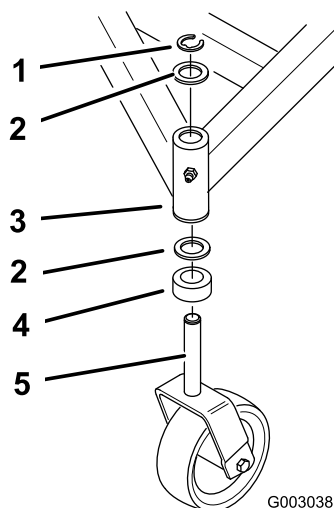

Figura 52
4. Si es necesario realizar un ajuste, cambie la posición del mismo número de arandelas de empuje en la horquilla de cada rueda giratoria. Mueva las arandelas de empuje desde la parte superior del tubo de montaje del bastidor hasta la parte inferior del mismo para elevar parte delantera del cortacésped. Mueva las arandelas de empuje desde la parte inferior del tubo de montaje del bastidor hasta la parte superior del mismo para bajar parte delantera del cortacésped (Figura 52).
4. Para cambiar la nivelación lateral, mueva las arandelas de empuje en una sola de las horquillas de rueda giratoria. Mueva la(s) arandela(s) de empuje desde la parte superior del tubo de montaje del bastidor hasta la parte inferior del mismo para elevar el lado correspondiente del cortacésped. Mueva la(s) arandela(s) de empuje desde la parte inferior del tubo de montaje del bastidor hasta la parte superior del mismo para bajar el lado correspondiente del cortacésped. (Figura 52).